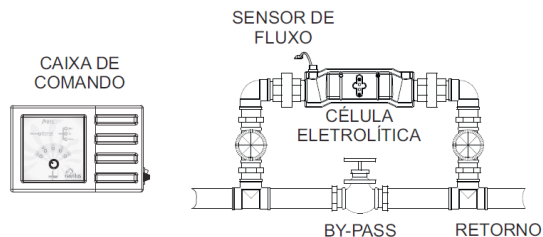

Figura 5
2. A instalação da célula eletrolítica deverá ser feita preferencialmente num sistema de “by-pass” para garantir que, em caso de manutenção, eles possam ser retirados sem prejudicar o sistema filtrante existente na piscina, conforme **figura 5**.